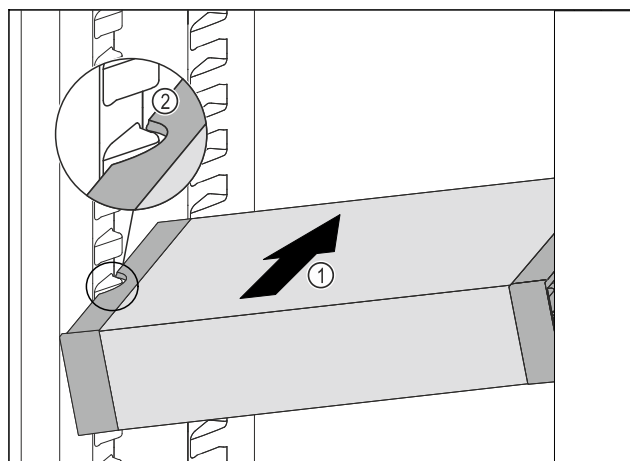

Fig. 96
- Zasuňte VarioSafe do chladničky pod úhlem tak Fig. 96 (1), aby vybrání na bocích Fig. 96 (2) VarioSafe byla na úrovni žebrování na nádoby v chladničce.